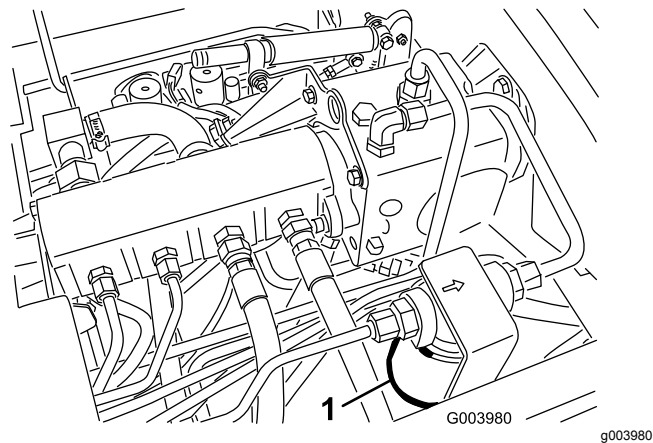
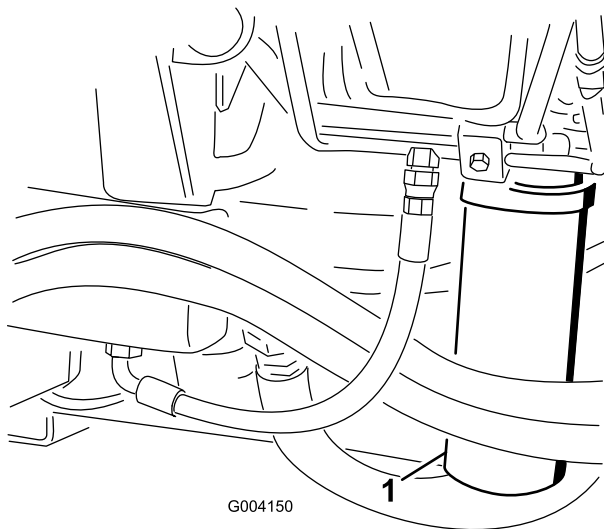

図 67
図 68
2. フィルタ取り付け部付近をきれいに拭い、下にオイル回収容器を置く 図 67 と 図 68。